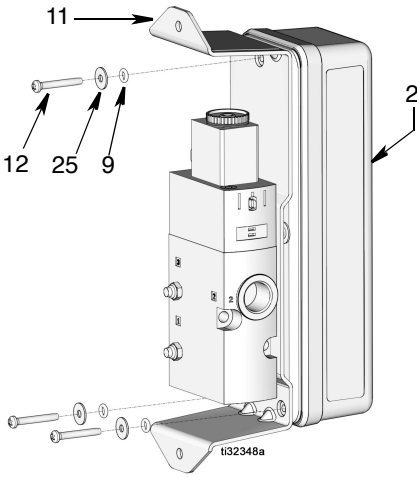

图 30
- 将 PAC 外壳组件 (2) 对齐到支架 (11)。安装 O 形圈 (9)、垫圈 (25) 和螺丝 (12) 将支架固定到外壳 (图 30)。